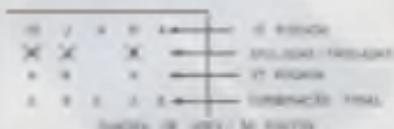

Figura 13
a) em primeiro lugar joga 5 vezes anotando os resultados que você obtiver, como mostra a figura 13